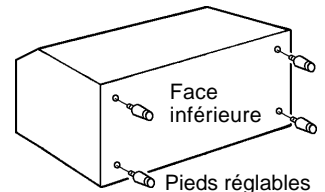

Fig. 3
- 1) Placez le bac de stockage sur son côté arrière pour ne pas l'endommager. Vissez à fond les quatre pieds fournis (accessoire du bac de stockage) dans les quatre trous percés sous la face inférieure du bac de stockage. Voir Fig. 3.